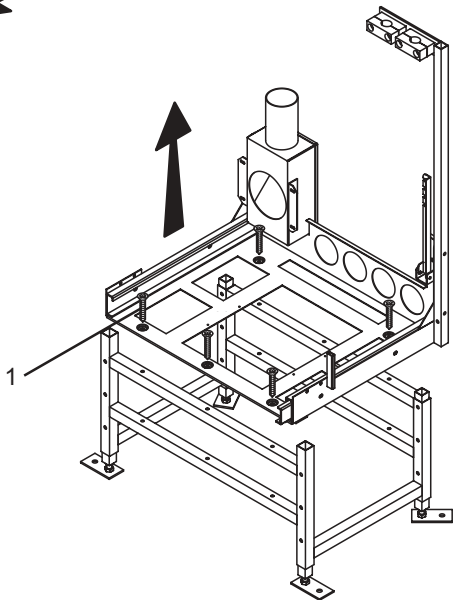

Fig. 6.1.8
- 2) Démontez le châssis inférieur en dévissant les vis 1 (Fig. 6.1.8);
- 2) Desmontar el armazón inferior de la base quitando los tornillos 1 (Fig. 6.1.8);